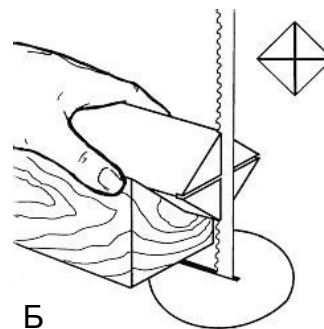
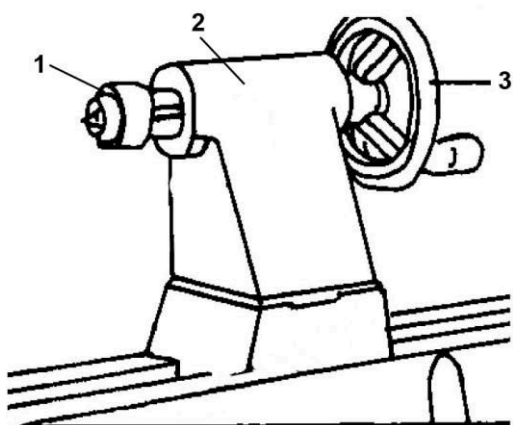
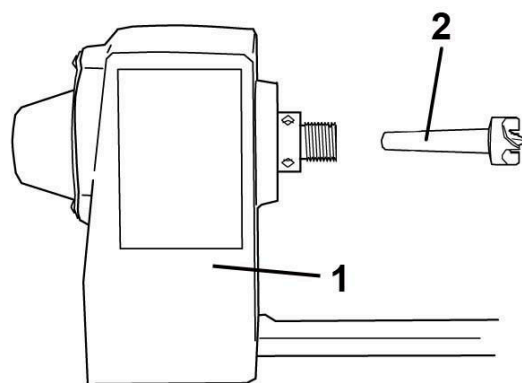
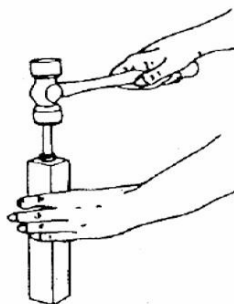

Рис. 5
Рис. 6
Рис. 7
Рис. 8
- Начертите диагональные линии на обоих торцах, чтобы определить центры (Рис.5 А).
- На одном торце сделайте насечку пилой (Рис. 5 Б) на глубину приблизительно 1,5 мм на каждой диагональной линии, для зубчатого центра передней бабки 2 (Рис. 7).
- На другом торце используется центр задней бабки 1 (Рис. 6). Определите точку центра задней бабки на заготовке в месте пересечения диагональных линий.
- Введите центр задней бабки 1(Рис.6) в заготовку, слегка ударив по торцу центра задней бабки киянкой или пластиковым молотком, как показано на Рис. 8.
- Вытащите центр задней бабки и введите зубчатый центр передней бабки 2 (Рис. 7) в другой торец заготовки. Убедитесь, что зубцы попали в насечки, сделанные пилой.
- Вставьте центр задней бабки 1 (Рис. 6) в заднюю бабку 2 (Рис. 6) и зубчатый центр 2 (Рис. 7) в переднюю бабку 1 (Рис. 7).
- Поместите центр задней бабки в заготовку, поворачивая ручной маховик 3 (Рис. 6).